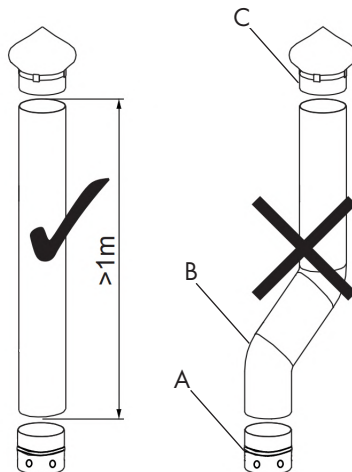

Fig. 9
Pour le fonctionnement à l'extérieur ou dans des pièces partiellement fermées et bien ventilées sans conduit d'évacuation des fumées, montez un simple adaptateur de cheminée sur le raccord de cheminée (A), voir également la figure 9